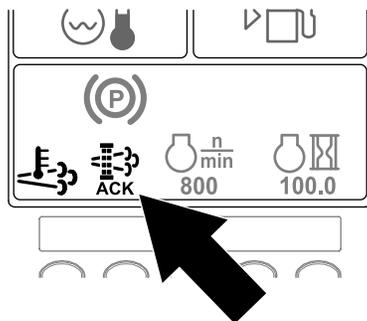

Figura 30
10. L'InfoCenter visualizza la schermata Home e l'icona della rigenerazione (Figura 30) è presente nell'angolo in basso a destra della schermata mentre la rigenerazione procede.